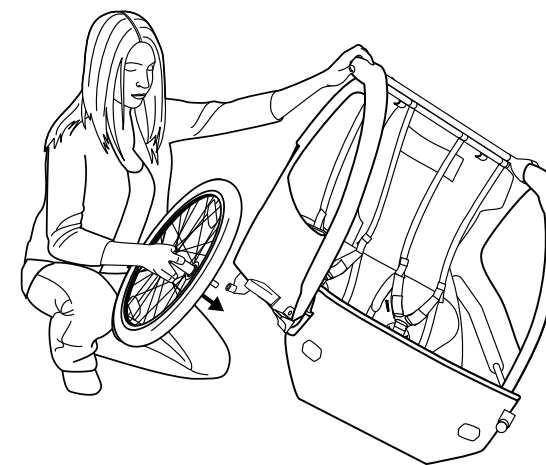

Figure 6
2. Insérez l'axe de roue dans le récepteur d'axe, puis relâchez le bouton. Tirez fermement sur la roue pour confirmer que l'axe est entièrement engagé. (Figure 6)